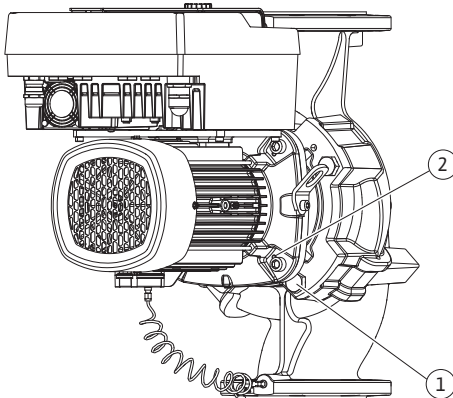

Fig. 111: Moottori-juoksupyöräyksikön painaminen ulos kierrereikien kautta (pumpputyypistä riippuen)
22. Kun ruuvit (Fig. II, pos. 10) poistetaan, myös paine-eroanturi irrotetaan moottorilaipasta. Jätä paine-eroanturi (Fig. I, pos. 8) kiinnityslevyineen (Fig. I, pos. 13) roikkumaan paineenmittausjohtoihin (Fig. I, pos. 7). Irrota elektroniikkamoduulin paine-eroanturin liitäntäkaapeli.
23. Paina moottori-juoksupyöräyksikkö irti pumpun pesästä. Käytä tähän kahta kierrereikää (katso Fig. 111, pos. 1).
31. Ota moottori-juoksupyöräyksikkö (katso luku Pumpun kuvaus) pumpun pesästä avaamalla laipparuuvit (Fig. I/III, pos. 29).
32. Kun ruuvit (Fig. I/III, pos. 29) poistetaan, myös paine-eroanturi irtoaa moottorilaipasta. Jätä paine-eroanturi (Fig. I, pos. 8) kiinnityslevyineen (Fig. I, pos. 13) roikkumaan paineenmittausjohtoihin (Fig. I, pos. 7). Irrota DDG-paine-eroanturin liitäntäkaapeli elektroniikkamoduulista tai löysää ja vedä se pois pistoliitännästä.
33. Käytä moottori-juoksupyöräyksikön painamiseen pois pumpun pesästä niiden vieressä olevia kahta kierrereikää (Fig. 111, pos. 1) ja käytettävissä olevia tai sopivia, asiakkaan toimesta hankittavia ruuveja (esim. M10 x 25 mm).
34. Vie kiintoavain (avainväli 32 mm) tiivistelaipan ikkunan sisään (Fig. III, pos. 38) ja pidä akselistä kiinni avainpintojen välistä. Avaa juoksupyörän mutteri (Fig. III, pos. 22). Poista sen alla olevat aluslevyt (Fig. III, pos. 23) ja vedä juoksupyörä (Fig. III, pos. 21) pois pumppuakselilta. Irrota kiila (Fig. III pos. 37).
35. Vedä liukurengastiiviste (Fig. III, pos. 25) ja välirengas (Fig. III, pos. 20) irti.
36. Poista liukurengastiiviste vastarengas (Fig. III, pos. 26) tiivistelaipassa olevasta kiinnityskohdasta.